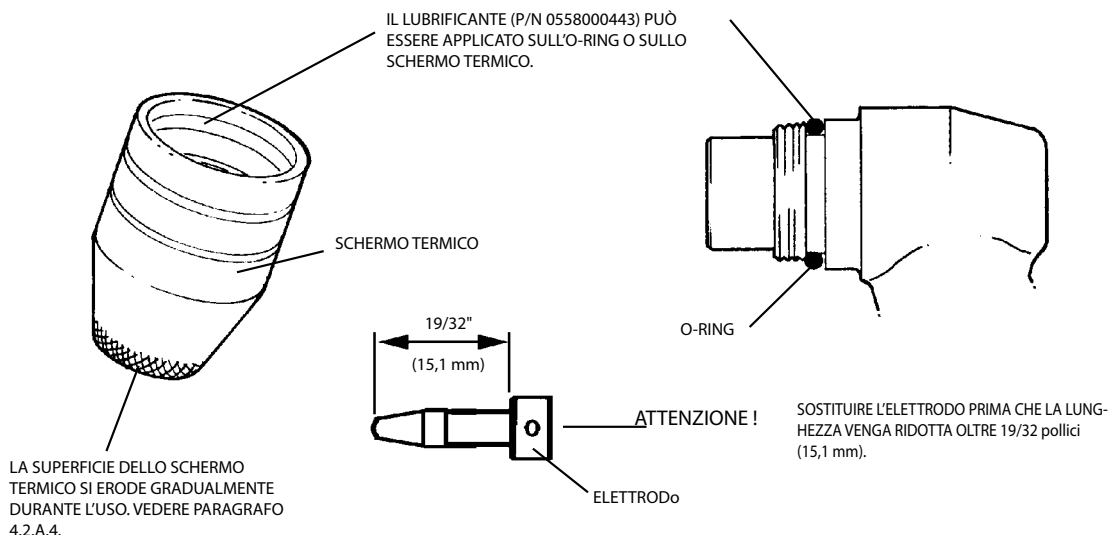

Figura 4-1. – Manutenzione di O-ring, elettrodo e schermo
3. Elettrodo: Vedere la Figura 4-1 per la manutenzione dell'elettrodo.
4. Schermo: la superficie dello schermo viene erosa gradualmente dal calore e dai vapori del metallo liquefatto. Sostituire lo schermo nel caso si sia verificata una erosione della superficie di oltre 3,2 mm (1/8"). Fare riferimento alla figura 4-1.
6. O-ring: Lubrificare come indicato nella figura 4-1. Sostituire se tagliato o usurato. Le perdite d'aria che superano questa guarnizione riducono le prestazioni di taglio.